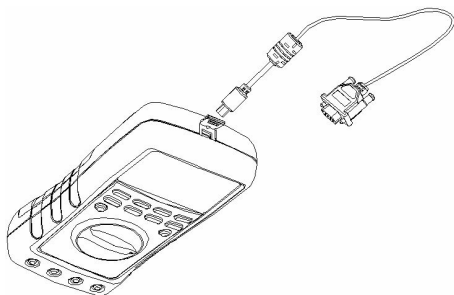

图 4-1 仪表与 PC 机连接
- 1、用随机附带的 RS232 专用通信线将仪表和 PC 机连接好（参见图 4-1），并打开 PC 机上的 VC232 通信软件（参见“通信”一节）。